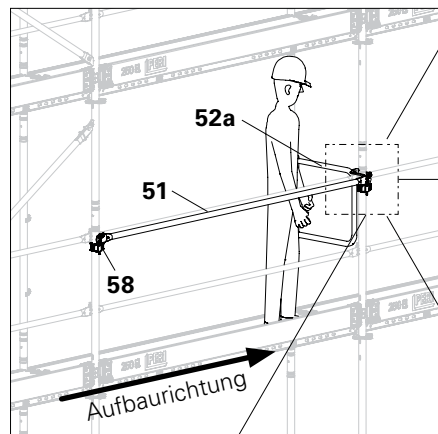

Abb. B8.02b
6. Vorübergehend zusätzlichen Geländerholm EPG (51) außen an Geländerkupplungen EPR einhängen.
7. Einhängereihenfolge der Geländerholme richtig stellen. (Abb. B8.02b)
8. Vorübergehenden Geländerholm (51) und Geländerkupplungen (58) wieder ausbauen.